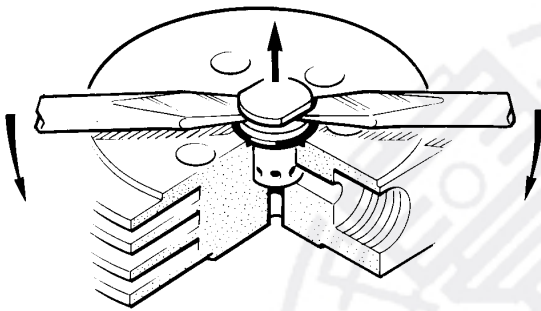

Abb. 39 Druckventil 3. Stufe, Ausbau
- Die beiden selbstsichernden Muttern (1) und Federscheiben (2) entfernen.
- Druckplatte (3) entfernen.
- Ventile (4) und (7) mit zwei Schraubendrehern heraushebeln, siehe Abb. 39.
- Beim Zusammenbau in umgekehrter Reihenfolge vorgehen. Federscheiben mit der gewölbten Seite nach oben anbringen. Muttern gleichmäßig festziehen, Druckplatte (3) parallel zum Zylinderkopf! Mit 10 Nm festdrehen.
- Druckverschraubung (1) einige Umdrehungen lösen.
- Die Innensechskantschrauben (7), mit denen der Ventilkopf (5) befestigt ist, herausschrauben. Ventilkopfdeckel (6) abnehmen.
- Zwei Schraubendreher in die Rille im Druckventil (3) stecken und Druckventil zusammen mit O-Ring (2) heraushebeln (Abb. 39). Bei Bedarf kann das Ventil